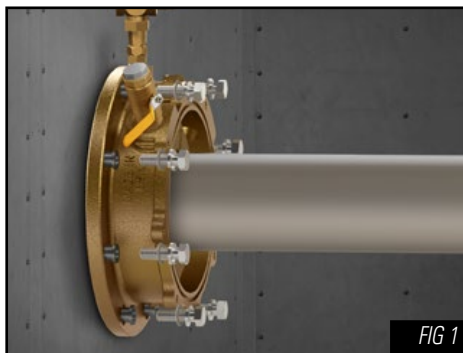

FIG 1
10. Ahora ya se pueden apretar con seguridad los pernos de fijación del alojamiento siguiendo un orden en cruz para que quede apretado de forma uniforme. Consulte los valores de los pares de apriete en la tabla del anexo C, que se encuentra en la página 10 (FIG. 1).